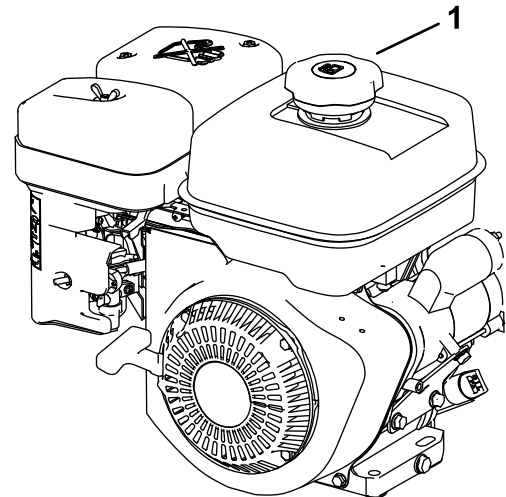

Figura 1
3. Pulite intorno al tappo del serbatoio carburante e toglietelo. Figura 1
4. Riempite il serbatoio con il carburante (Figura 1) fino a 6 - 13 mm dall'estremità superiore del serbatoio. **Non riempite fino al collo del bocchettone del serbatoio.**